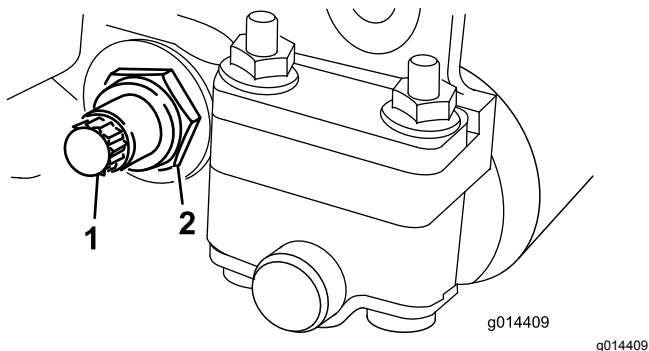

**Figura 13**
1. Ruotate la vite di regolazione della barra di appoggio in senso antiorario per allontanare la controlama dal cilindro (Figura 13).
2. Allentate il dado di tensione della molla finché la rondella non sarà più in tensione contro la barra di appoggio (Figura 13).
1. Montate la barra di appoggio, posizionando gli attacchi di montaggio tra le rondelle e la vite di regolazione della barra di appoggio (Figura 13).